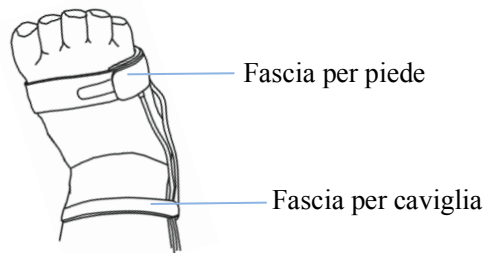

Figura 3.10C Vista del piede destro
- ② Utilizzare la fascia per caviglia per fissare il cavo del sensore sulla caviglia o sulla gamba (cfr. figura 3.10C). Non stringere eccessivamente.